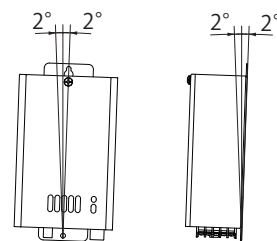

図 2 取付角度
- ・上下逆さ取付けや水平取付けをしないでください。また、前後左右とも傾きがないよう(±2° 以下)に、水準器などで確認してください。(図 2)